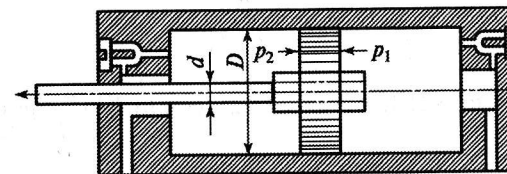

Рис. 7.1
**Задача 7.10.** Определить давление  $p_1$ , которое нужно приложить к поршню силового цилиндра (рис. 7.1) для создания силы вдоль штока  $P = 7850 \text{ Н}$ . Силы трения поршня в цилиндре и штока в сальнике равны 10 % от полного давления на поршень. Избыточное давление по левую сторону поршня  $p_2 = 9,81 \text{ Н/см}^2$ ;  $D = 100 \text{ мм}$ ;  $d = 30 \text{ мм}$ .